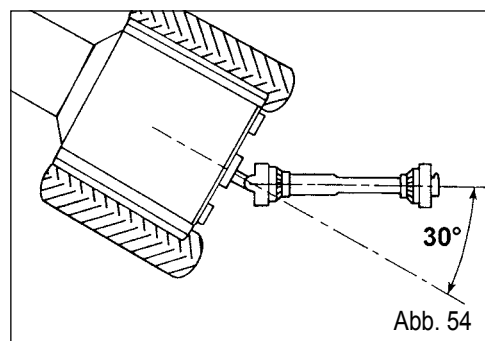

Abb. 54
- Prüfen Sie, ob die Taste (1) oder der Gewinding (2) korrekt eingesetzt und sowohl auf Pumpen- als auch auf Traktorseite verriegelt sind.
- Überschreiten Sie in keiner Richtung (hoch-tief, rechts-links) 30° Neigung. Die Standardkardanwelle nimmt für die zwei Gelenke einen gleichen Winkel an. Diese Bedingung wird geschaffen, wenn der Gelenkpunkt (Zugöse) von den beiden Kardangelen dieselbe Entfernung hat (Abb. 54). Das Nichteinhalten dieser Bedingungen kann schwere Schwingungen mit Beschädigungen der Maschine erzeugen. In diesem Fall wird die Verwendung einer homokinetischen Übertragung (Welle) empfohlen. Positionieren Sie das homokinetische Gelenk in Höhe des größten Winkels (mit fester Deichsel muss das Weitwinkelgelenk auf Traktorseite positioniert werden) oder, wenn beide Winkel zu groß sind, wird der Gebrauch einer Übertragung mit doppeltem homokinetischen Gelenk empfohlen. Wenn zu hohe Neigungen auftreten bzw. wenn sie nicht dient, schalten Sie die P.D.F. immer aus.